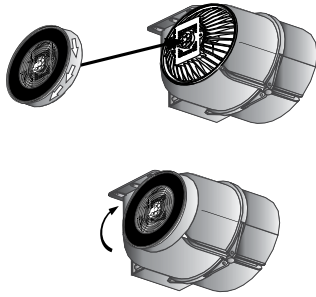

Рис.8
Они устанавливаются на защитные решетки короба мотора путем легкого поджатия и поворота их по часовой стрелке. Для снятия угольного фильтра, его следует слегка поджать и повернуть против часовой стрелки (рис. 8).
7. Если Ваша вытяжка будет работать в режиме рециркуляции, на короб мотора необходимо установить угольные фильтры (в комплект поставки не входят) (рис. 8). При этом режиме установка воздуховода на вытяжку не требуется.